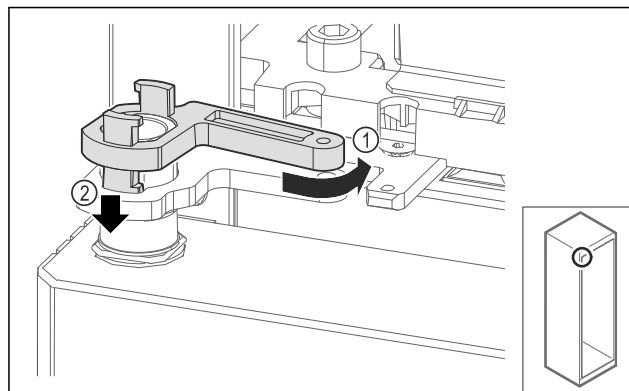

Fig. 67
- ▶ Vrid tillbaka lagerbockens låsning något Fig. 67 (1), tryck den nedåt Fig. 67 (2) och lås den i gångjärnsvinkeln.